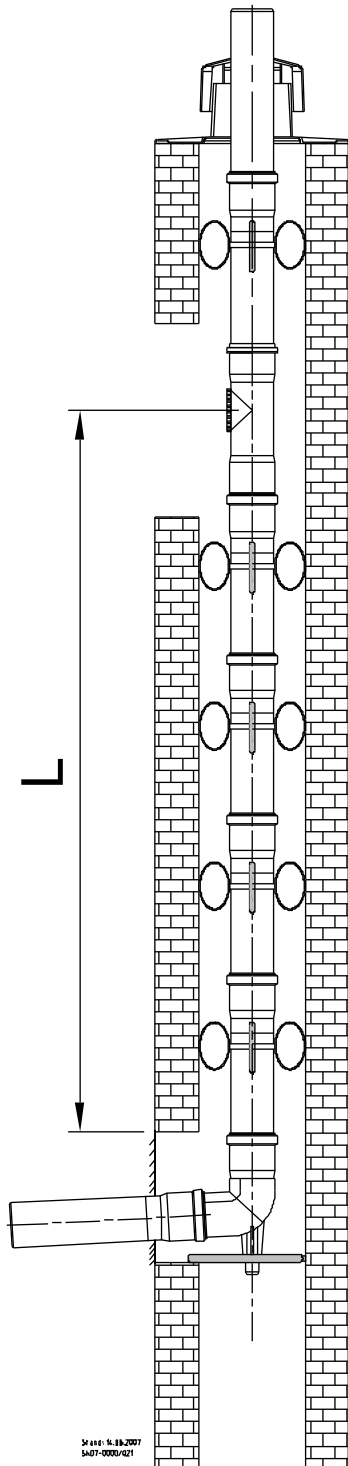

Abb. 41: Kaminsystem, starr, zur Ermittlung von Abstandsmaß L
- ➔ Ermitteln Sie das Maß L (s. Abb. 41) zwischen Stützbogen und Revisionsstück.